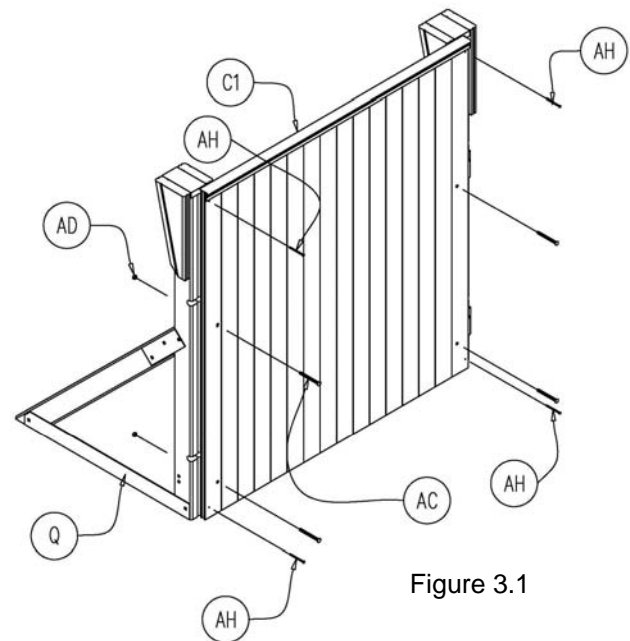

Figure 3.1
Les panneaux sont fixés à l'aide de boulons (AC) et d'écrous (AD) sur chacune des jambes de force montées préalablement. Tel qu'indiqué à la figure 3.1, il est impératif de fixer le haut et le bas de chacun des panneaux sur les poteaux avec les vis à bois (AH).